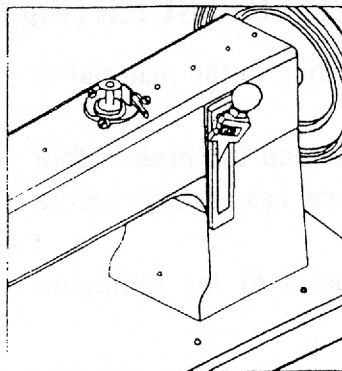

Fig.8
12. REGLAGE DE LONGUEUR DU POINT ET DE LA MARCHE ARRIERE (Fig. 8)